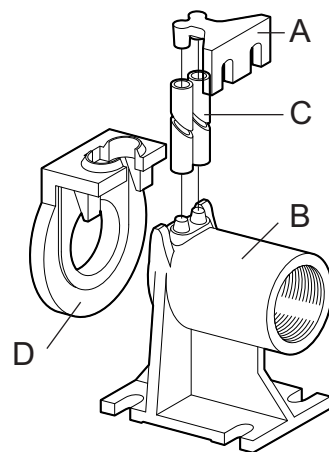

Fig. 7 Kopplingsfot
- Fäst förankringsbygel för styrröret (fig. 7 - pos. A) i tankens kant.
- Placera stödfoten för automatisk förankring (fig. 7 - pos. B) på brunnens botten. Använd ett lod för att kontrollera att de koniska utstickerna för anslutning av styrröret är helt lodräta i förhållande till motsvarande utstick på förankringsbygel på tankens kant. Kontrollera även planheten med hjälp av ett vattenpass.
- Märk ut läget för hålen på stödfoten. Fastställ därefter styrrörets (fig. 7 - pos. C) exakta längd.
- Montera specialflänsen (fig. 7 - pos. D) med slid och skena på pumpens utloppsror. Haka fast vajern eller kedjan vid handtaget eller hålet upptill på pumphuset.